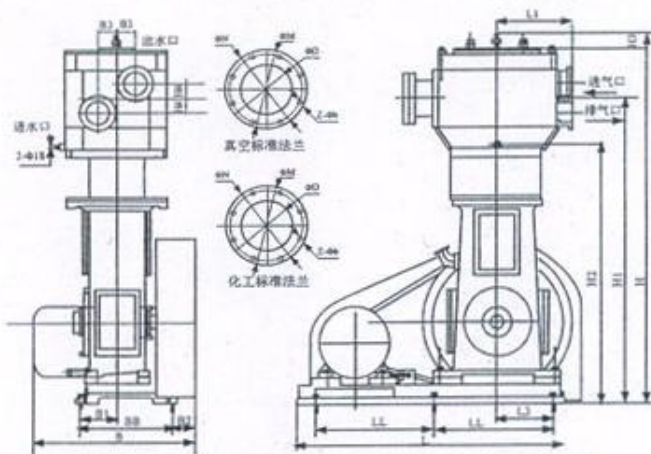

图 6.5 2MLW-B F/T 系列外形尺寸图 L
- 5.2MLW-B/F/T 系列外形尺寸(图 6.5、表 6.5);